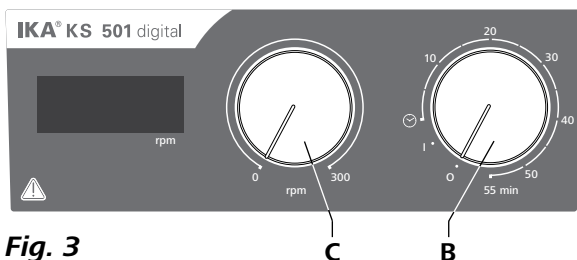

Fig. 3
- ☞ Du slår på apparatet ved å dreie bryteren „**på/av**“ og „**tidsur**“ (**B**, se **Fig. 3**) med klokken til posisjonen „**1**“.
- ☞ Du slår på apparatet ved å dreie bryteren „**på/av**“ og „**tidsur**“ (**B**, se **Fig. 3**) med klokken til posisjonen „**☺**“.
- ☞ Still inn motorturtallet med dreiebryteren „**turtall** (rpm)“ (**C**, se **Fig. 3**). Motorturtallet kan justeres fra 0 til 300 opm.